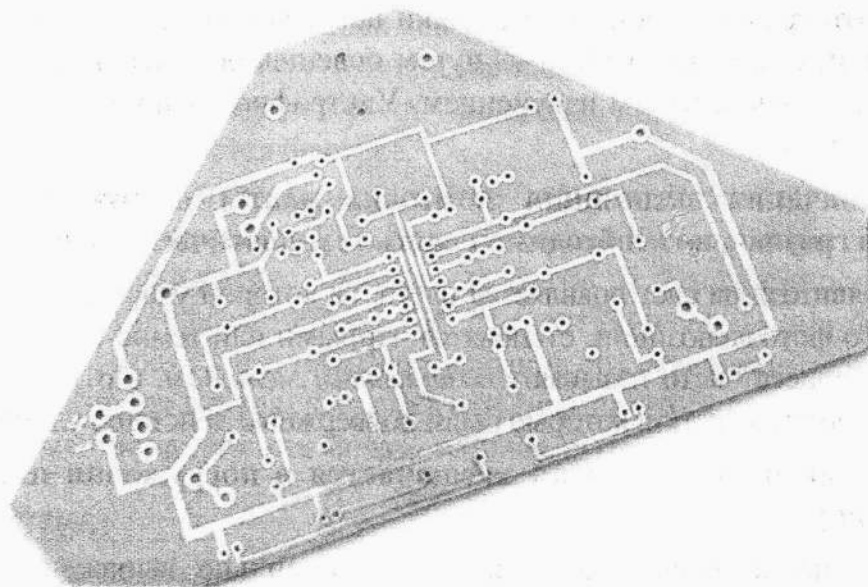

Рис. 12.2. В окончательном варианте печатная плата представляет собой определенную систему контактных площадок и соединяющих их медных проводящих дорожек
- **Проводящие дорожки:** они представляют собой отрезки медного проводящего слоя, соединяющие различные компоненты вместе. Пример топологии проводящих дорожек приведен на рис. 12.2.